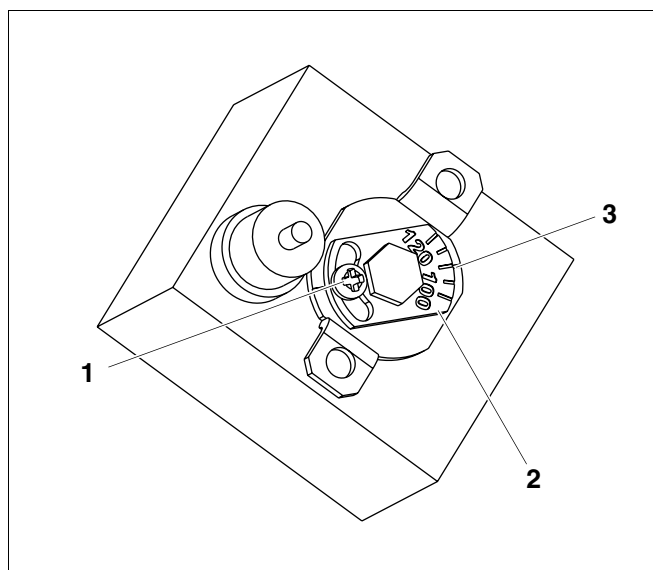

Fig. 3 Variante A
### 2.2.1 Fig. 3 Variante A
- Allentare la vite (fig. 3, **pos. 1**).
- Posizionare il lamierino con la scala di temperatura (fig. 3, **pos. 2**) sulla tacca di riferimento (fig. 3, **pos. 3**).
- Riavvitare nuovamente la vite (fig. 3, **pos. 1**).